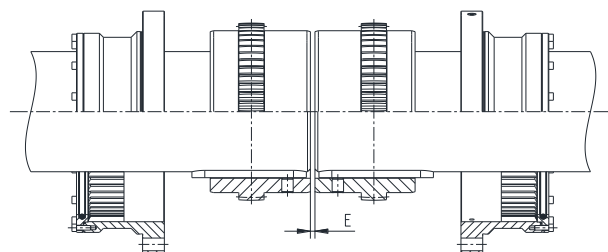

Figura 36
- Posicionar a unidade acionadora ou acionada em sentido axial até atingir a dimensão E (ver tabela 1 e 3) (ver figura 36).